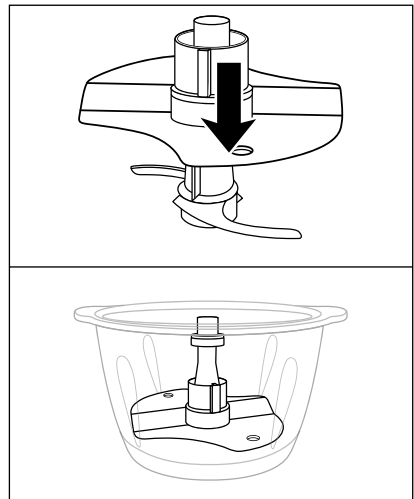

Abb. 1
- Um 200 - 400 ml Sahne zu schlagen, stecken Sie den Emulgieraufsatz **12** so auf den Messereinsatz **7**, dass der Emulgieraufsatz **12** auf beiden Teilen des Messers **8** aufliegt und einrastet (Abb. 1):